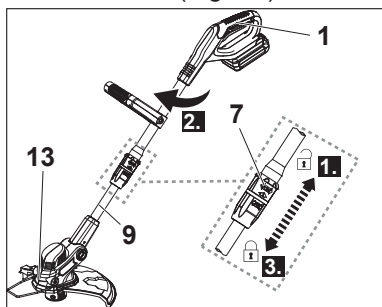

Fig. 14
1. Desplace el manguito de liberación (7) hacia arriba y gire la empuñadura principal (1) en el sentido de las agujas del reloj mientras sujeta la sección inferior del tubo telescópico (9) a fin de ajustar el cabezal del cortabordes (13) a un ángulo de 180°. Asegúrese de que el manguito de liberación (7) quede encajado en su sitio (Fig. 14).